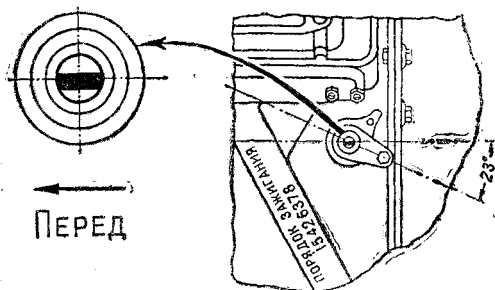

Рис. 60. Установка привода датчика-распределителя
2. Вставить привод датчика-распределителя в отверстие блока так, чтобы прорезь в валике привода была направлена вдоль оси двигателя и смещена влево, считая по ходу автомобиля (рис. 60).
3. Закрепить корпус привода держателем и гайкой так, чтобы кронштейн с резьбовым отверстием, имеющийся на корпусе привода, был направлен назад (считая по ходу автомобиля) и повернут примерно на  $23^\circ$  влево от продольной оси двигателя, как указано на рис. 60.